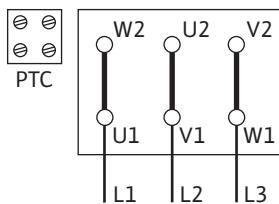

Fig. 10: Y- Δ -käynnistys
- Verkkoliitántä riippuu moottoritehosta P2, verkkojännitteestä ja käynnistystavasta. Katso tarvittava yhdyssiltojen liitääntä liitääntäketelossa seuraavasta taulukosta sekä kuvista Fig. 10, 11 ja 12.